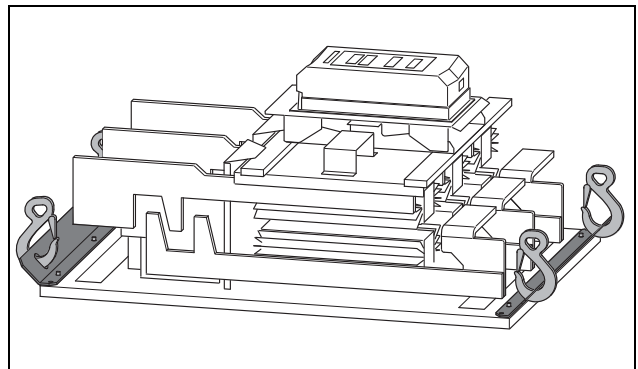

Fig. 23 Elevación horizontal de la unidad TSA.
3. Coloque dos ganchos de elevación en los agujeros de cada soporte montado en la unidad TSA (consulte Fig. 23).